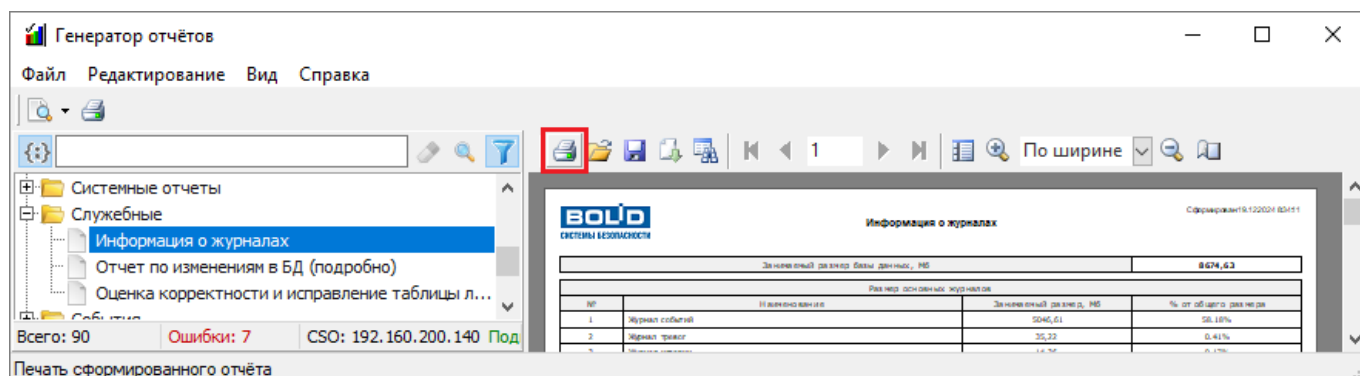

Рисунок 10-329 Печать отчета через панель инструментов предварительного просмотра
- нажмите на панели инструментов предварительного просмотра (см. п. 10.5.4) кнопку  «Печать сформированного отчета» (см. Рисунок 10-329);